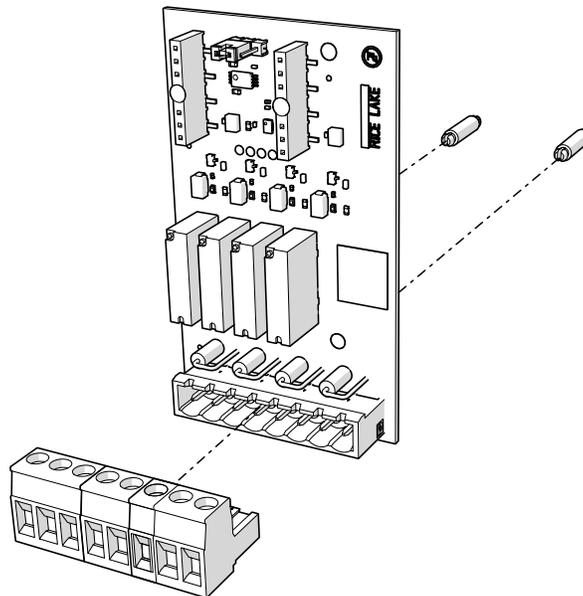

Abbildung 1. Relais-Optionskarten-Kit
Abbildung 1 und Tabelle 1 zeigen die Teile, die mit dem Relais-Optionskarten-Kit ausgeliefert werden:
3. Bauen Sie die beiden Abstandshalter für die Platine der Optionskarte gemäß Abbildung 1 auf Seite 1 ein.